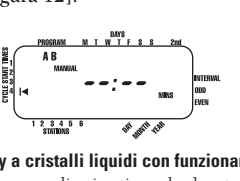

FIGURA 12: Display a cristalli liquidi con funzionamento manuale
- Premere il tasto **MANUAL**. Poi premere **NEXT** tre volte. Il display visualizzerà un cursore lampeggiante sulla stazione 1 insieme a -- - MINS [vedere figura 12].